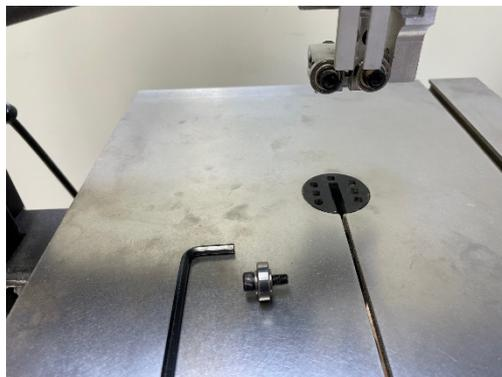

Figure 5
- Dévisser la vis de fixation et ôter le roulement de découpe classique et les rondelles. (Fig 5)